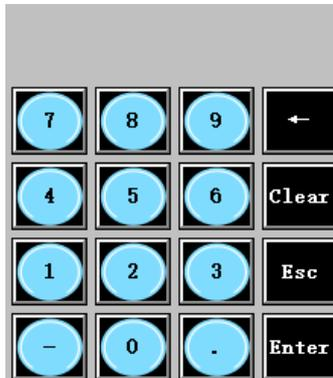

图 2.3-9 添加字符码和功能码
- ⑥ 重复步骤 2~步骤 5，依次添加字符码：“1”、“2”、“3”、“4”、“5”、“6”、“7”、“8”、“9”、“-”、“.”，以及添加功能码：“Backspace”、“Clear”、“Esc”、“Enter”。调整构件位置和大小，如图 2.3-9 所示：